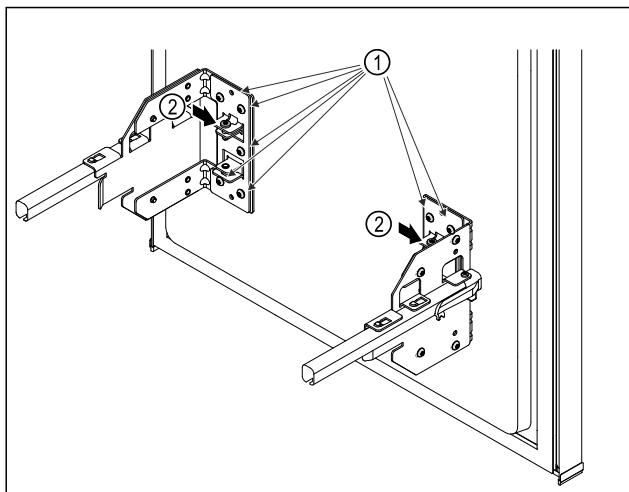

Fig. 8
- Šrouby Fig. 8 (1) lehce uvolněte.
- Otáčením šroubů Fig. 8 (2) posuňte vysouvací vozík nahoru nebo dolů.
- Utáhněte šrouby Fig. 8 (1) až na doraz.